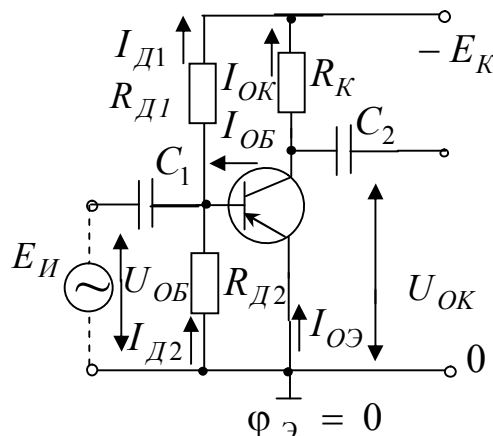

Рисунок 11 – Подача смещения фиксированным напряжением
**Подача смещения фиксированным напряжением.** Напряжение смещения создается делителем напряжения с резисторами  $R_{Д1}$  и  $R_{Д2}$  (рисунок 11), через которые проходят токи делителя  $I_{Д1}$  и  $I_{Д2}$ . Из уравнений  $E_K = R_{Д1}I_{Д1} + R_{Д2}I_{Д2}$  можно определить сопротивления делителя: